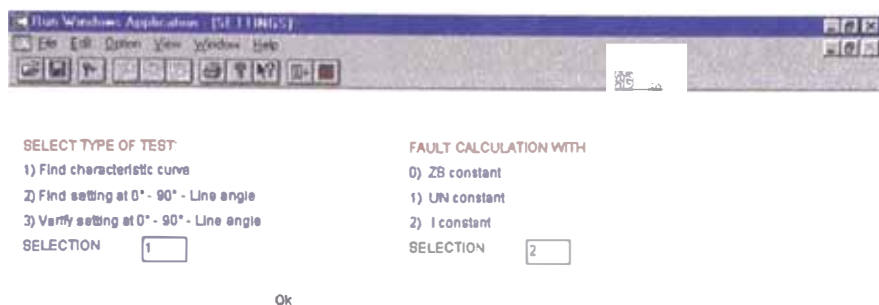
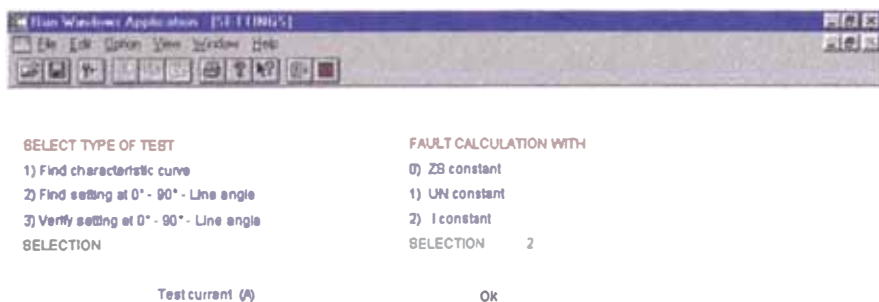
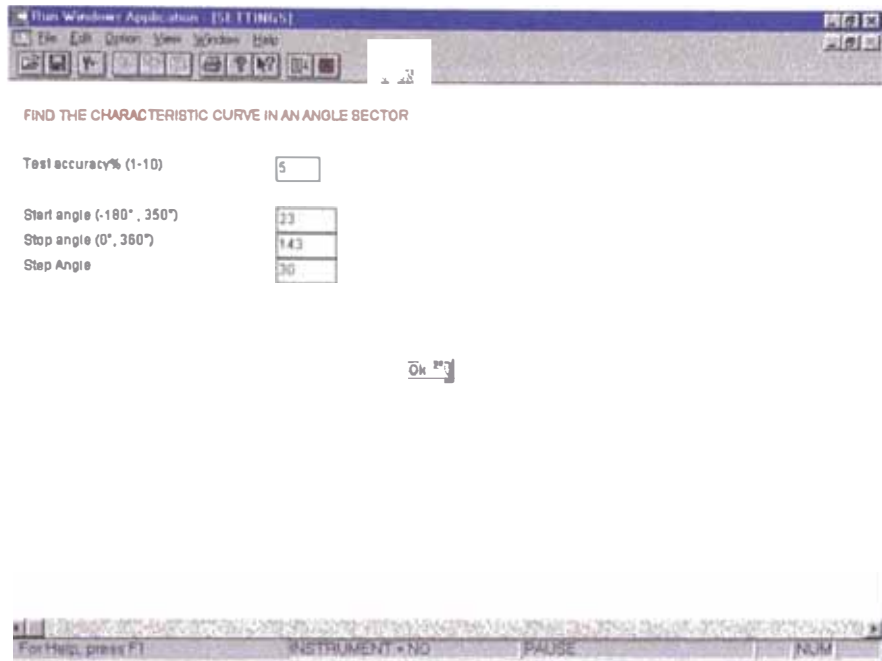

Figura IV.14
Figura IV.15
Figura IV.16
- La página 5 (Figura IV 14) del tipo de prueba. Aquí uno debe definir si desea hacer la prueba en un sector angular, o en los ángulos propuestos por el programa. Además si una desea la prueba con una corriente constante (Figura IV 15) o una tensión constante o impedancia de fuente constante. También el error aceptable y la exactitud (Figura IV 16)